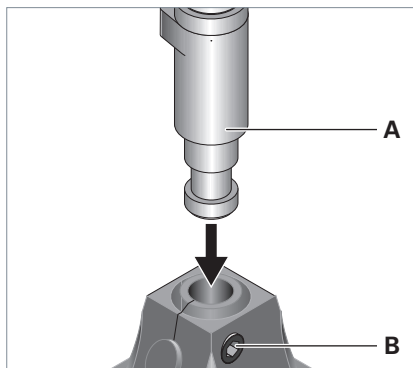

Fig. 2: Montare l'apparecchio di illuminazione sull'elemento di fissaggio.
- ▶ Inserire il perno **A** dell'asta dell'apparecchio di illuminazione nell'apertura dell'elemento di fissaggio, vedi Fig. 2.
- ▶ Al fine di fissare l'asta, stringere la vite **B**, vedi Fig. 2.